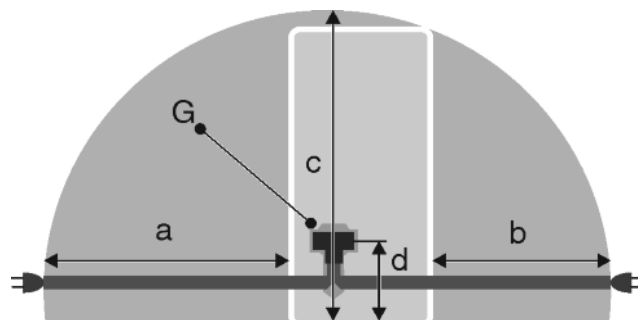

Fig. 26
- La prise de courant est en dehors de la zone postérieure de l'appareil dans la zone concernée. *Fig. 26 (a, b, c)*
- Introduire la fiche de l'appareil *Fig. 26 (G)* au dos de l'appareil. Veiller à ce qu'elle s'introduise correctement.